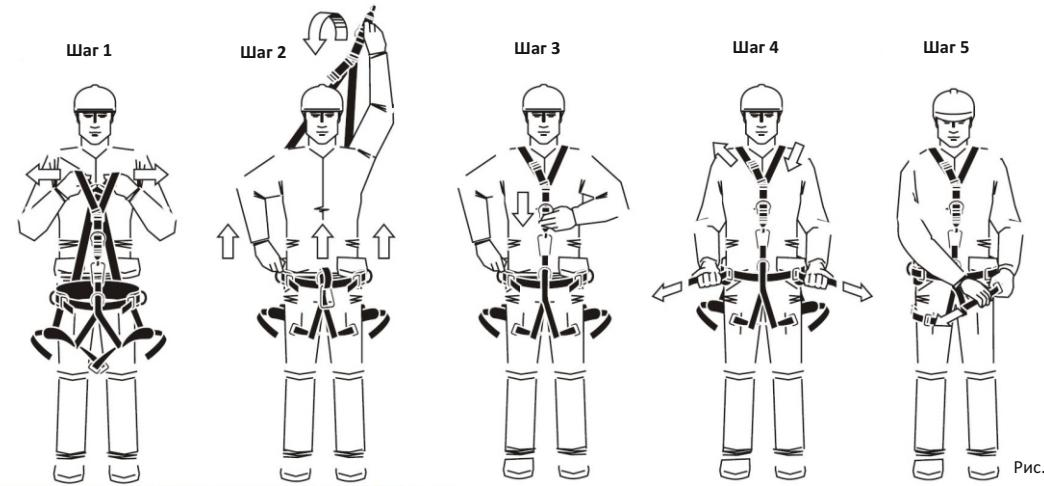

Рис.4
Наденьте привязь выполняя следующие действия (рис.4):
- задний элемент крепления (D-образное кольцо) находится на уровне лопаток (рис.4).